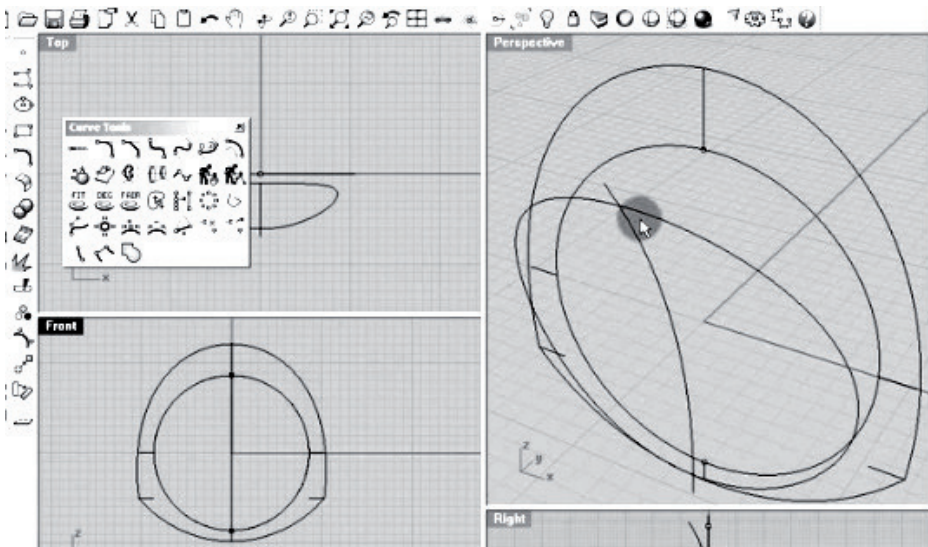

Рис. 73. Проекция первоначальной окружности на арку
8. В окне Perspective, используя команду Fillet, выбираем Crv2View, выделяем внутренний круг и нашу дугу, нажимаем Enter — получится окружность между нашими кругами и дугой, проекция окружности на арку (*рис. 73*).